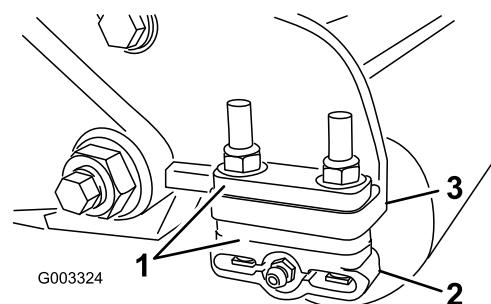

图14
1. 根据剪草高度表将所需数量的隔片放在侧板安装法兰 图14 下将后滚筒支架 图14 调节到所需的剪草高度范围。